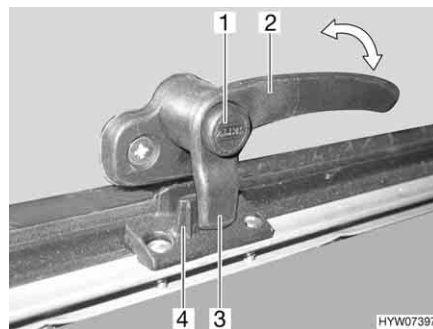
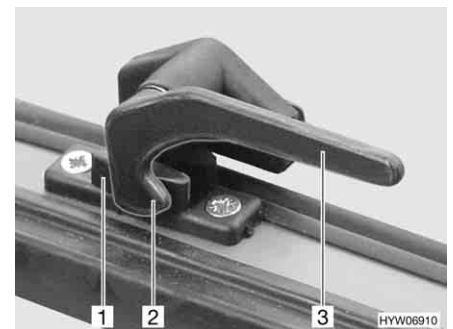

Fig. 72 Levier de verrouillage avec bouton de sécurité en position "Fermé"
Fig. 73 Levier de verrouillage en position "Fermé"
- S'il existe, appuyer sur le bouton de sécurité (Fig. 72,1) et le maintenir enfoncé.
- Tourner tous les leviers de verrouillage (Fig. 72,2 ou Fig. 73,3) d'un quart de tour vers le centre du lanterneau.
- Tourner tous les leviers de verrouillage (Fig. 72,2 ou Fig. 73,3) d'un quart de tour vers le cadre. Le tenon de verrouillage (Fig. 72,3 ou Fig. 73,2) repose sur le côté intérieur du verrouillage du lanterneau (Fig. 72,4 ou Fig. 73,1).
- En position "Fermé" (Fig. 72 et Fig. 73)